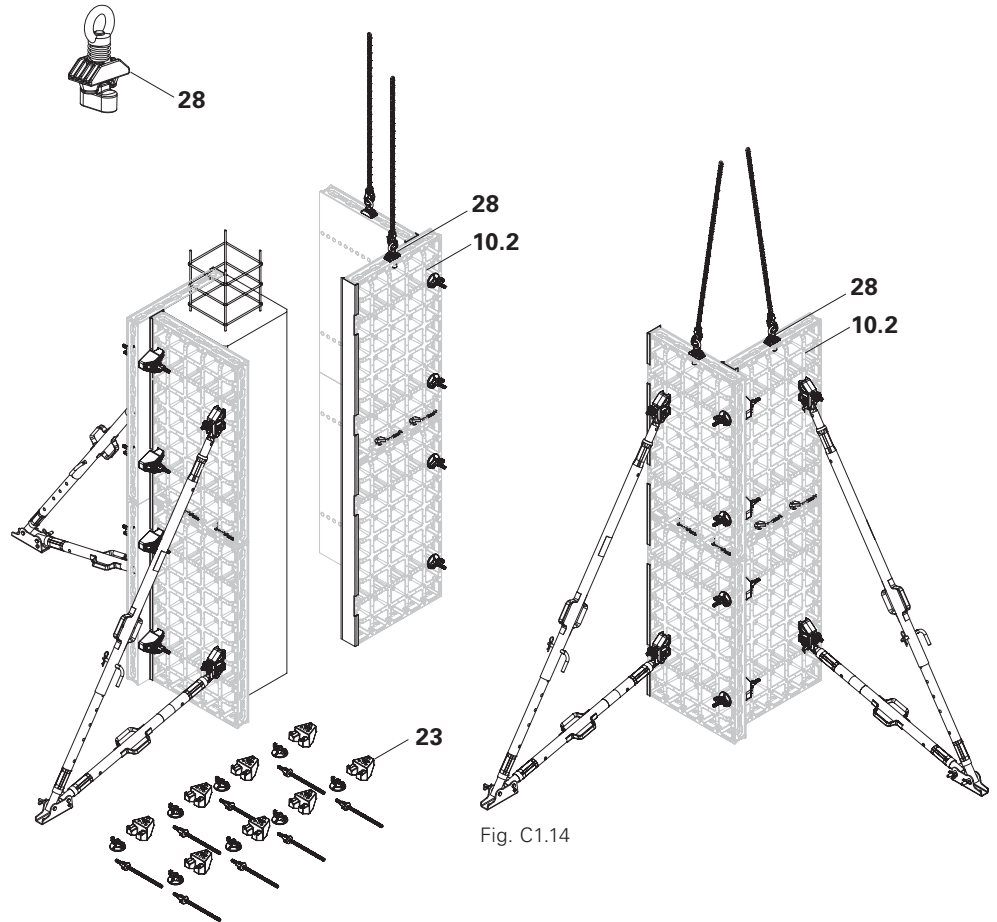

Fig. C1.13
2. Desserrer et enlever les connecteurs d'angle DUO (23) des demi-coffrages.
3. Détacher le demi-coffrage du béton et le déplacer à l'aide de la grue. (Fig. C1.13)